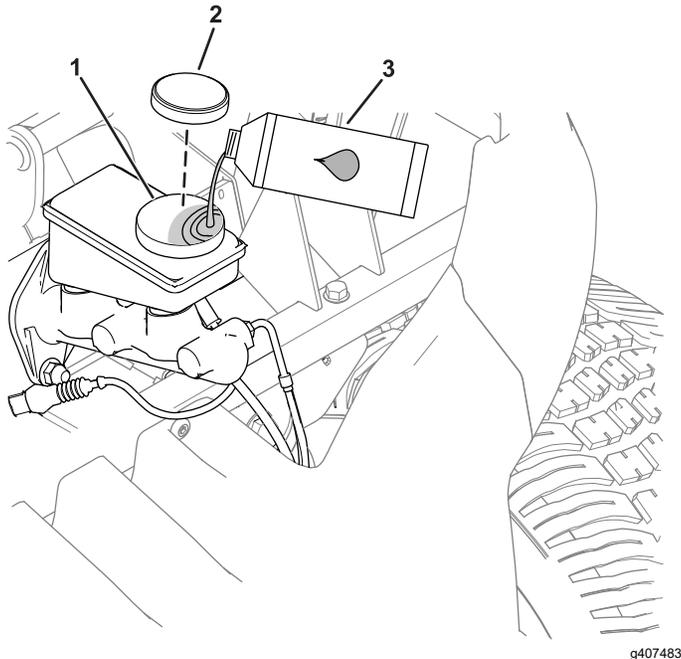

図 41
1. フードを外してブレーキのマスターシリンダとブレーキ液タンクにアクセスできるようにする **図 41**。
- A. ウェスでタンクのキャップの周囲をきれいに拭いてキャップ外す **図 41**。
- C. タンクにキャップを取り付ける **図 41**。